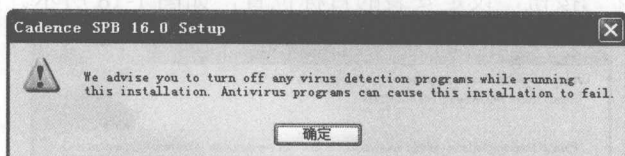

图1-14 提示信息
- (10) 单击 **是(Y)** 按钮，安装产品，出现如图 1-14 所示的提示信息，其建议在安装之前关闭杀毒软件。